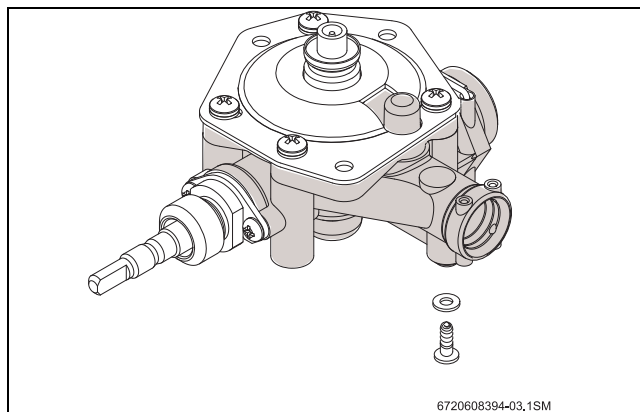

Fig. 9 Purge
- ▶ Dévisser le vis de vidange (voir Fig. 9). Après la vidange totale des conduites et de l'appareil, monter la vis de vidange et fermer les robinets d'eau chaude.